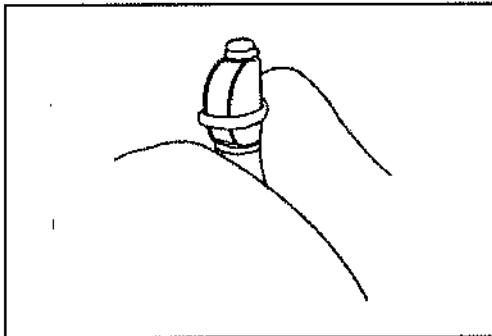

Figura 4.5
2. Enrolle el extremo trasero del balón con los dedos (véase la figura 4.5).